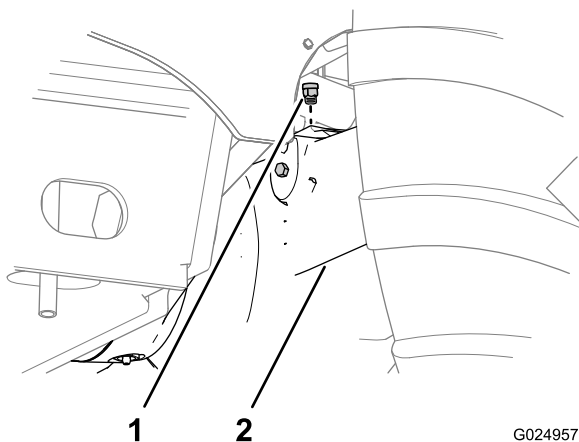
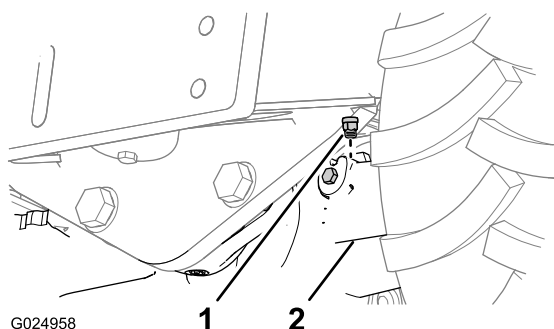

Figura 97
Figura 98
1. Limpe a área ao redor dos respiros com solvente de limpeza (Figura 97 e Figura 98).
2. Remova os respiros dos eixos dianteiro e traseiro (Figura 97 e Figura 98).
5. Instale os respiros nos eixos dianteiro e traseiro (Figura 97 e Figura 98).